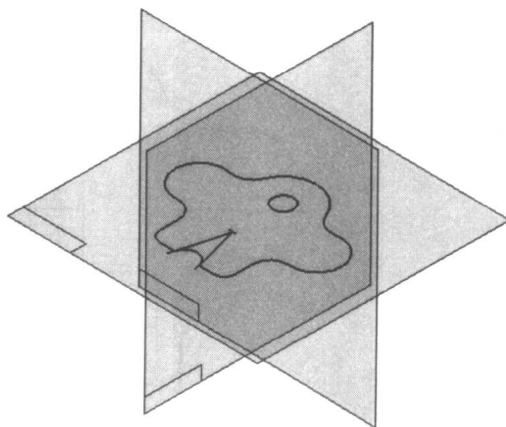

图 1-16
10. 单击  按钮结束二维草图, 返回零件设计环境, 如图 1-16 所示。